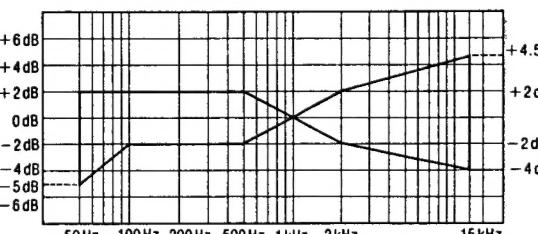

Fig. 10
- 8.S'assurer que le niveau soit en deçà de la plage montrée à la Fig. 10.